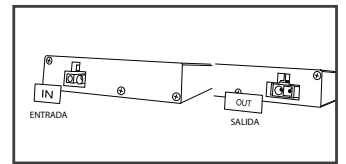

Figura 2
- La cubierta del panel de entrada puede quitarse para enchufar el cordón de alimentación de 5 pies (1.5 metros) para conectar en un tomacorriente polarizado de 120 V. El cordón de acoplamiento de 12 pulgadas (30.5 cm) se utiliza para acoplar juntos los accesorios. La cubierta del panel de salida puede quitarse para conectar el otro lado del cordón de acoplamiento de 12 pulgadas (30.5 cm) para acoplar juntos los accesorios. Vea la Figura 2.
Apriete firmemente los tornillos para fijar el accesorio en el gabinete o la pared. Inserte los tapones de tornillo para una instalación más nítida. Conecte el cordón de alimentación de 5 pies (1.83 metros) en el puerto de entrada después de quitar la cubierta del panel de entrada. (Vea la Figura 2). Enchufe el cordón de alimentación en un tomacorriente conectado a tierra de un circuito de 15 Amp. **Advertencia: No oculte el cordón de alimentación dentro de una pared, techo, cielo raso, gabinete de cocina u otra estructura permanente similar. No instale el cordón de alimentación a través de agujeros en las paredes, techos o pisos.**